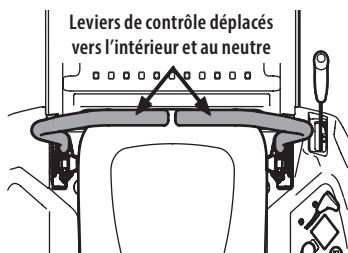

Figure 21
2. Déplacez les leviers de contrôle droit et gauche au neutre, ce qui désactive également le frein de stationnement (Figure 21).